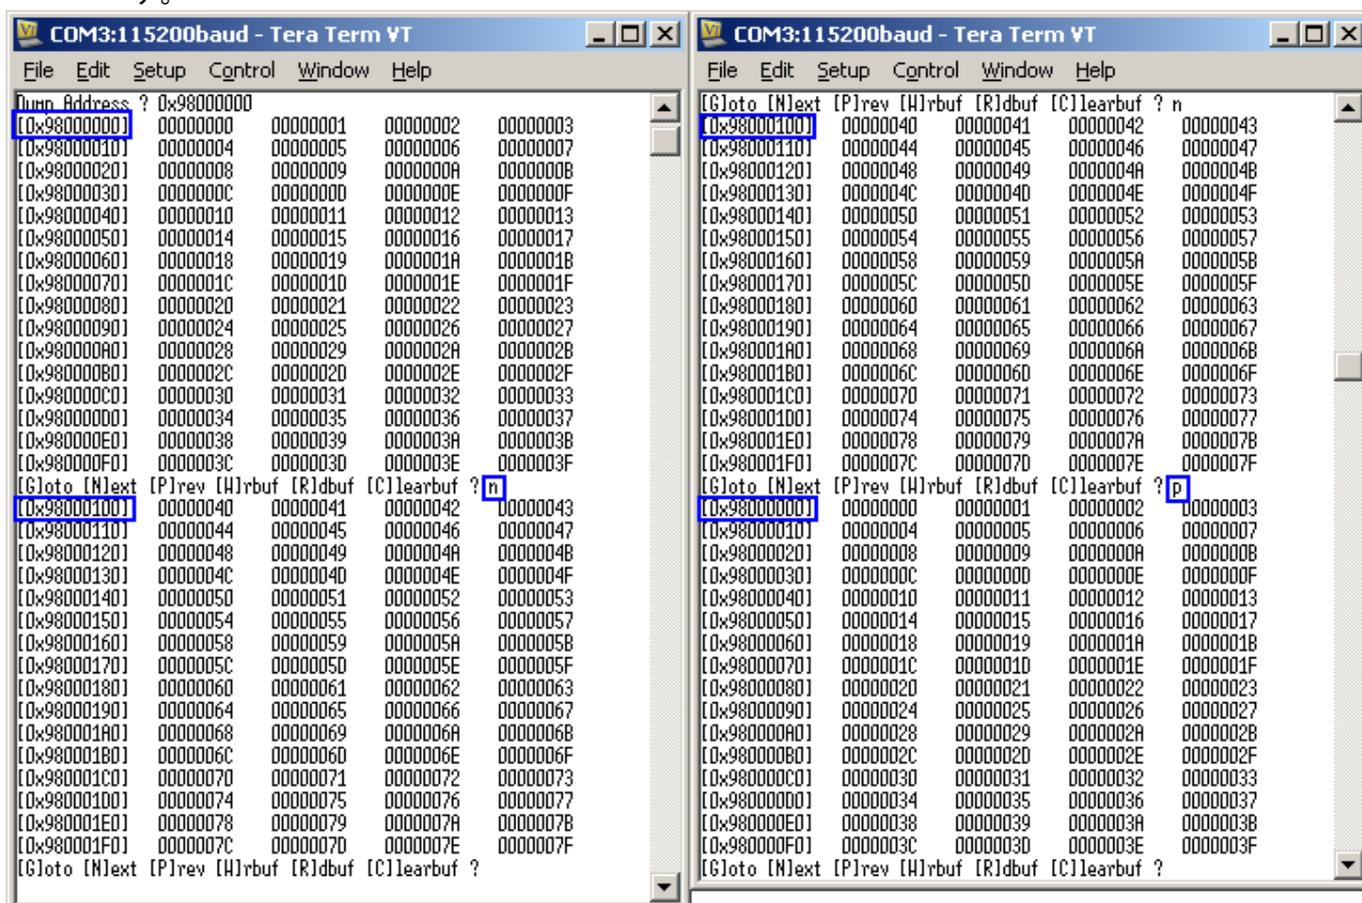

図 3-11: 'N'ext / 'P'revious サブ・メニューの表示画面
- 'N' (Next) : このサブ・メニューにより図 3-11 左画面に示すように、次の 256 バイト・データを表示します。
- 'P' (Previous) : このサブ・メニューにより図 3-11 右画面に示すように、前の 256 バイト・データを表示します。